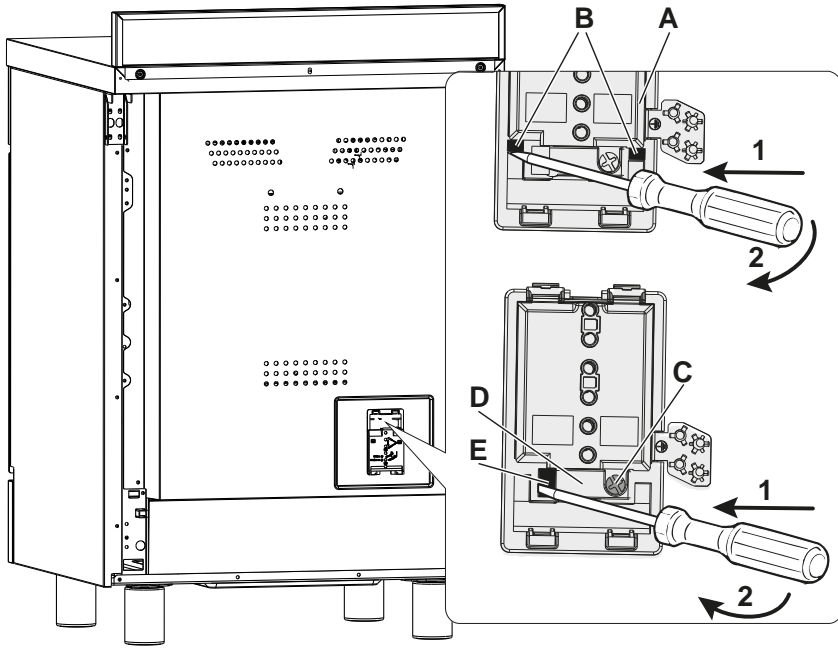

Fig. 2.2
- Sganciare il coperchio della morsettieria "A" inserendo un cacciavite nei due agganci "B" (fig. 2.2). Aprire completamente il coperchio della morsettieria "A".
- Svitare la vite "C" e aprire completamente il fermacavo "D" inserendo un cacciavite nel gancio "E". Rimuovere completamente il pressacavo "D" (fig. 2.2).
- Fissare i cavi di fase, neutro e di terra ai morsetti della morsettieria "F" secondo lo schema elettrico di figura 2.3; posizionare il ponte a U "G" (fig. 2.2) nella morsettieria "A" secondo lo schema elettrico di figura 2.3 (sono forniti già montati sui terminali o all'interno della morsettieria, dietro il coperchio).